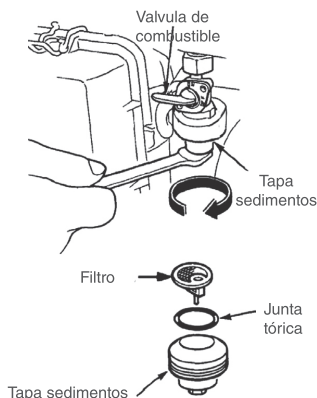

Fig. 18
7.4.1 Ponga la llave de paso en la posición OFF. Desmonte la carcasa del filtro y su malla. (Fig. 18)
7.4.3 Monte la carcasa y la malla del filtro de combustible en su posición original. (Fig. 18)